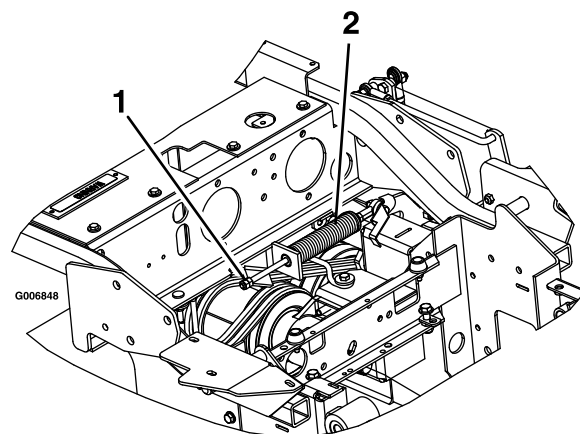

Figura 67
3. Localize a mola do travão e enrosque as duas porcas de retenção para o fundo da barra da mola do travão (Figura 67).